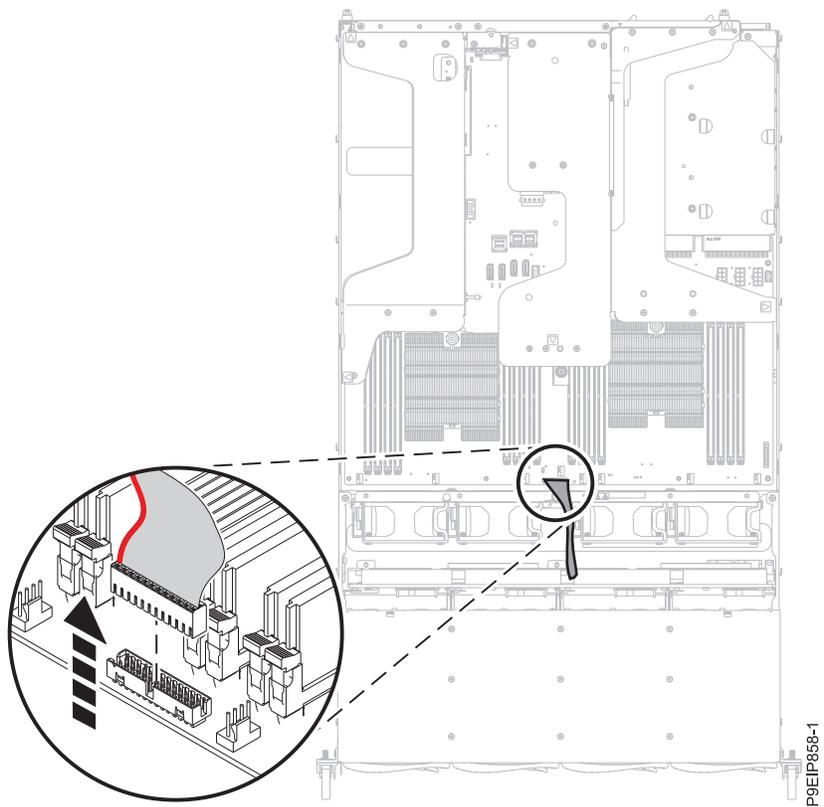

図 64. オペレーター・パネル・ケーブルの取り外し
- システム・バックプレーンからオペレーター・パネル・ケーブルを取り外します ( 61 ページの図 64 を参照)。